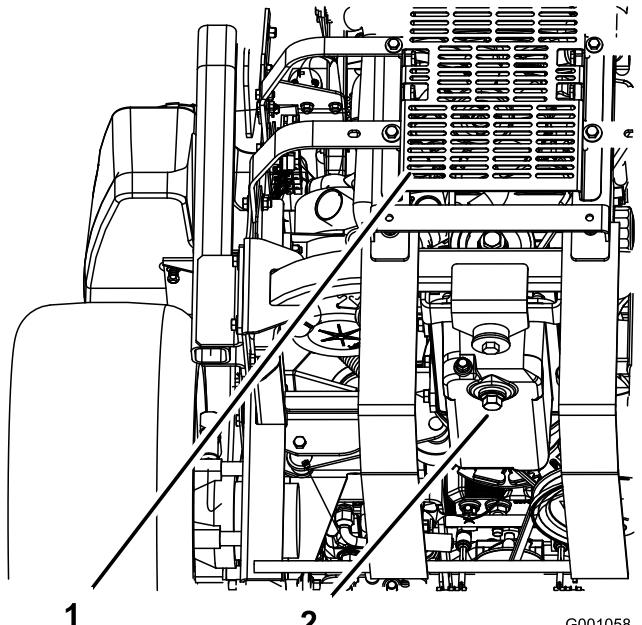

Bild 60
5. Stellen Sie eine Auffangwanne unter die Ölablässschraube. Entfernen Sie die Ablässschraube (Bild 60) und lassen das Öl vollständig ablaufen.